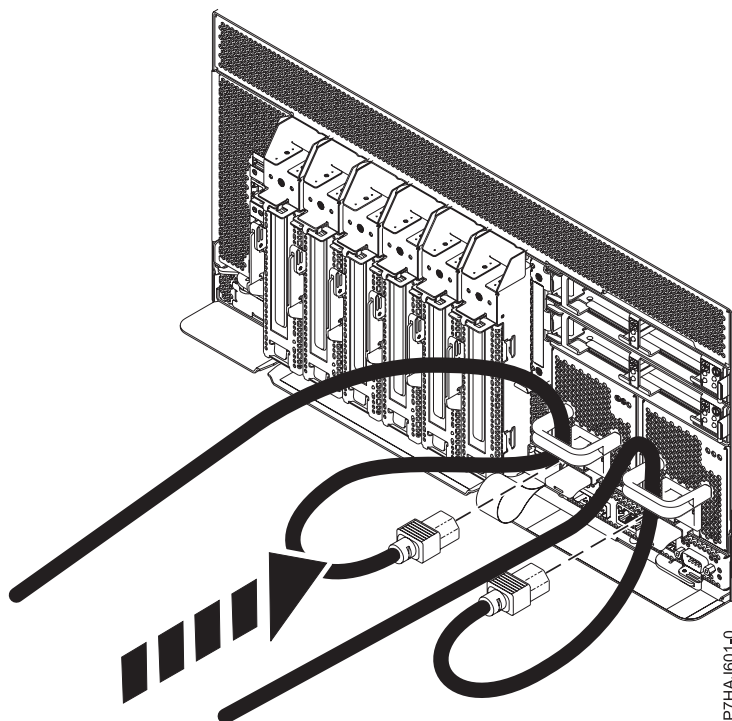

Figura 22. Connexió dels cables d'alimentació
2. Torneu a connectar el cable d'alimentació a la unitat del sistema tal com s'indica a Figura 22 a la pàgina 39. Assegureu-vos que els cables passin per les nanses.